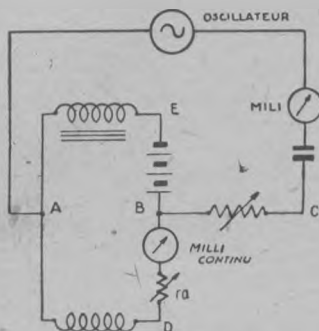

Fig. 8. — Mesure de selfs à fer sous continu.
- On mesure à la fois deux selfs semblables (fig. 8).